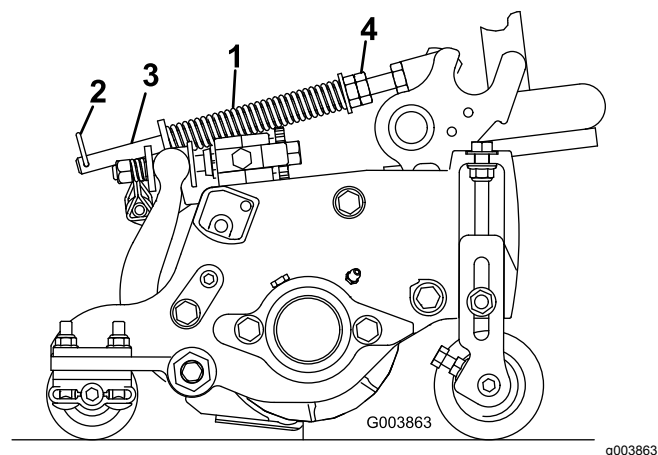

図 14
2. スプリングロッド前部の六角ナットを締めて、スプリング圧縮状態の長さが以下の通りになるようにする5インチカuttingユニットでは 12.7cm7インチカuttingユニットでは 15.9cm 図 14。
ターフ補正スプリングは、カuttingユニットの前から後ろへの「体重移動」を行う働きがあります 図 14。これにより、マーセリングやボビングと呼ばれる「波打ったような」仕上がりを防いでいます。
1. スプリングロッドの後穴にヘアピンコッターを忘れずに取り付けてください 図 14。